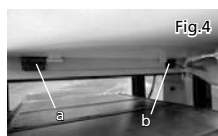

Fig.4
4. Quite la parte superior de la cubierta del cepillo para permitir el acceso a los orificios de los tornillos (Fig.4).